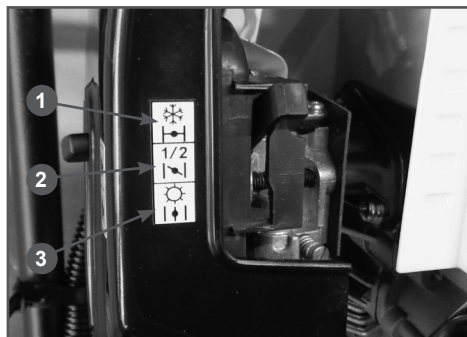

Рис. 6 Рычаг воздушной заслонки
4. Закройте воздушную заслонку. Для этого рычаг заслонки переведите в положение 1 (Рис. 6).
8. После запуска переведите двигатель в режим холостого хода. Для этого освободите фиксатор рычага газа (D) быстро нажав и отпустив рычаг газа. Прогрейте двигатель в течение около 30 секунд (рычаг воздушной заслонки при этом находится в положении 2 (Рис. 6), затем прогрейте двигатель в течение еще около одной минуты (рычаг воздушной заслонки находится в положении 3 (Рис. 6)).
*В зависимости от температуры окружающей среды время прогрева двигателя может меняться. Определить, что двигатель прогрелся, можно по следующим признакам: двигатель устойчиво работает на холостых оборотах при полностью открытой воздушной заслонке (рычаг воздушной заслонки находится в положении 3 (Рис.6)) и, при нажатии на рычаг газа, двигатель резко набирает обороты без провалов.*